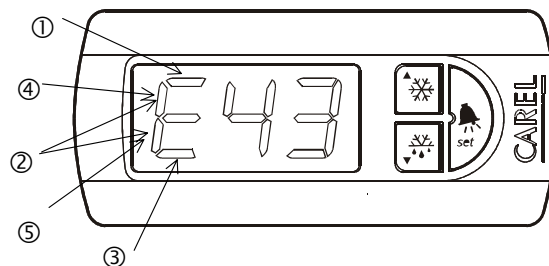

Fig. 8.3.4.1
Все эти параметры могут изображаться и модифицироваться с использованием дисплея и кнопок присоединяемого сменного инструментального средства. Данные параметры могут быть доступны с использованием параметра **t** сменного инструментального средства; при изображении параметров некоторые сегменты крайнего левого разряда используются в соответствии с тем, как показано на рисунке. (См. рис. 8.3.4.1 на стр. 40 руководства.)
- Параметр, относящийся к дню, указывается на сегменте (1 на рисунке 8.3.4.1), который появляется вместе с номером события (**t1...t8**) и указывается как **(1) t1,...(1) t8**
- Параметр, относящийся к часам, появляется в сегменте (2 на рис. 8.3.4.1) и указывается как **(2) t1,...(2) t8**
- Параметр, относящийся к минутам, появляется в сегменте (3 на рис. 8.3.4.1) и указывается как **(3) t1,...t8 (3) t8**
**(3) t1,...(3) t8: день события размораживания**